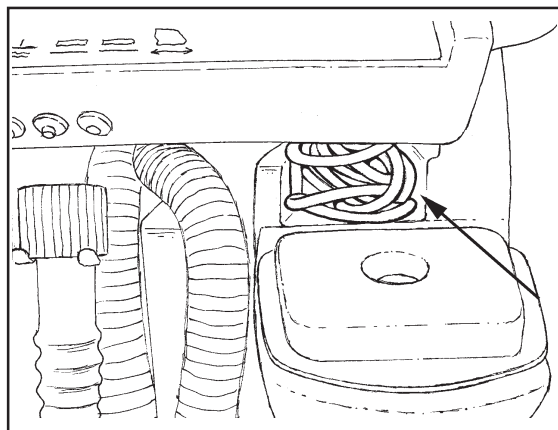
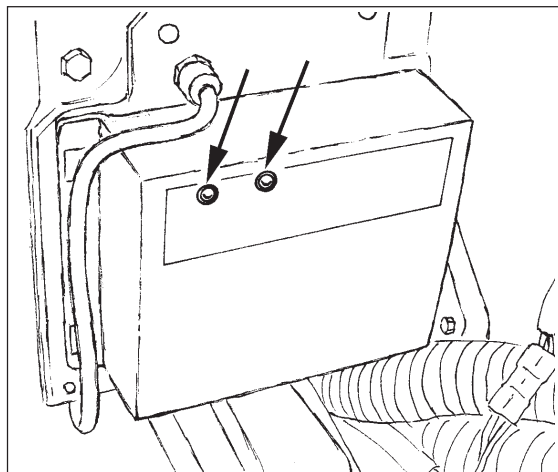

Figura 16
Figura 17
5. Los modelos Focus 17 y 20 está equipado con un cargador incorporado ubicado detrás del depósito de recuperación (Refiérase a la Figura 17). El cargador funciona en tres etapas, a los efectos de maximizar la vida de la batería. El cable de conexión de CA con el cargador incorporado a la máquina está ubicado en el compartimento respectivo debajo de la palanca de control, en la parte posterior de la máquina (Refiérase a la Figura 16). Saque el cable del compartimento.
- **Etapa volumétrica** - En la etapa volumétrica de la carga, se ilumina la luz roja del cargador (Refiérase a la Figura 17). Durante esta etapa el cargador suministra el máximo amperaje a las baterías y continúa la carga a ese régimen hasta alcanzar aproximadamente el 75% de la capacidad de las baterías.
- **Etapa de absorción** - En la etapa de absorción, se iluminan las luces roja y verde del cargador (Refiérase a la Figura 17). Durante esta etapa, el cargador mantiene un voltaje constante y deja que las baterías absorban la carga a su propio régimen.
- **Etapa de flotación y mantenimiento** - En la etapa de mantenimiento, se apaga la luz roja y solamente se enciende la luz verde del cargador (Refiérase a la Figura 17). Durante esta etapa el cargador aplica un voltaje más bajo, regulado, para mantener la carga total y evitar la descarga. Las baterías pueden estar conectadas indefinidamente sin riesgo de daño alguno.
- Desconecte el cable de energía del cargador, enchufado en el tomacorriente, antes de activar el panel de control de la máquina. Guarde el cable en el compartimento respectivo ubicado debajo de la palanca de control (Refiérase a la Figura 16).